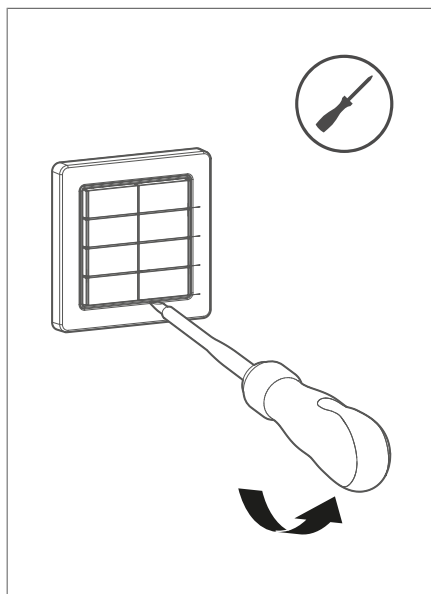

Fig. 18 : Retrait des touches
- ① Déposer les boutons du module à boutons-poussoirs (cf. Fig. 18).